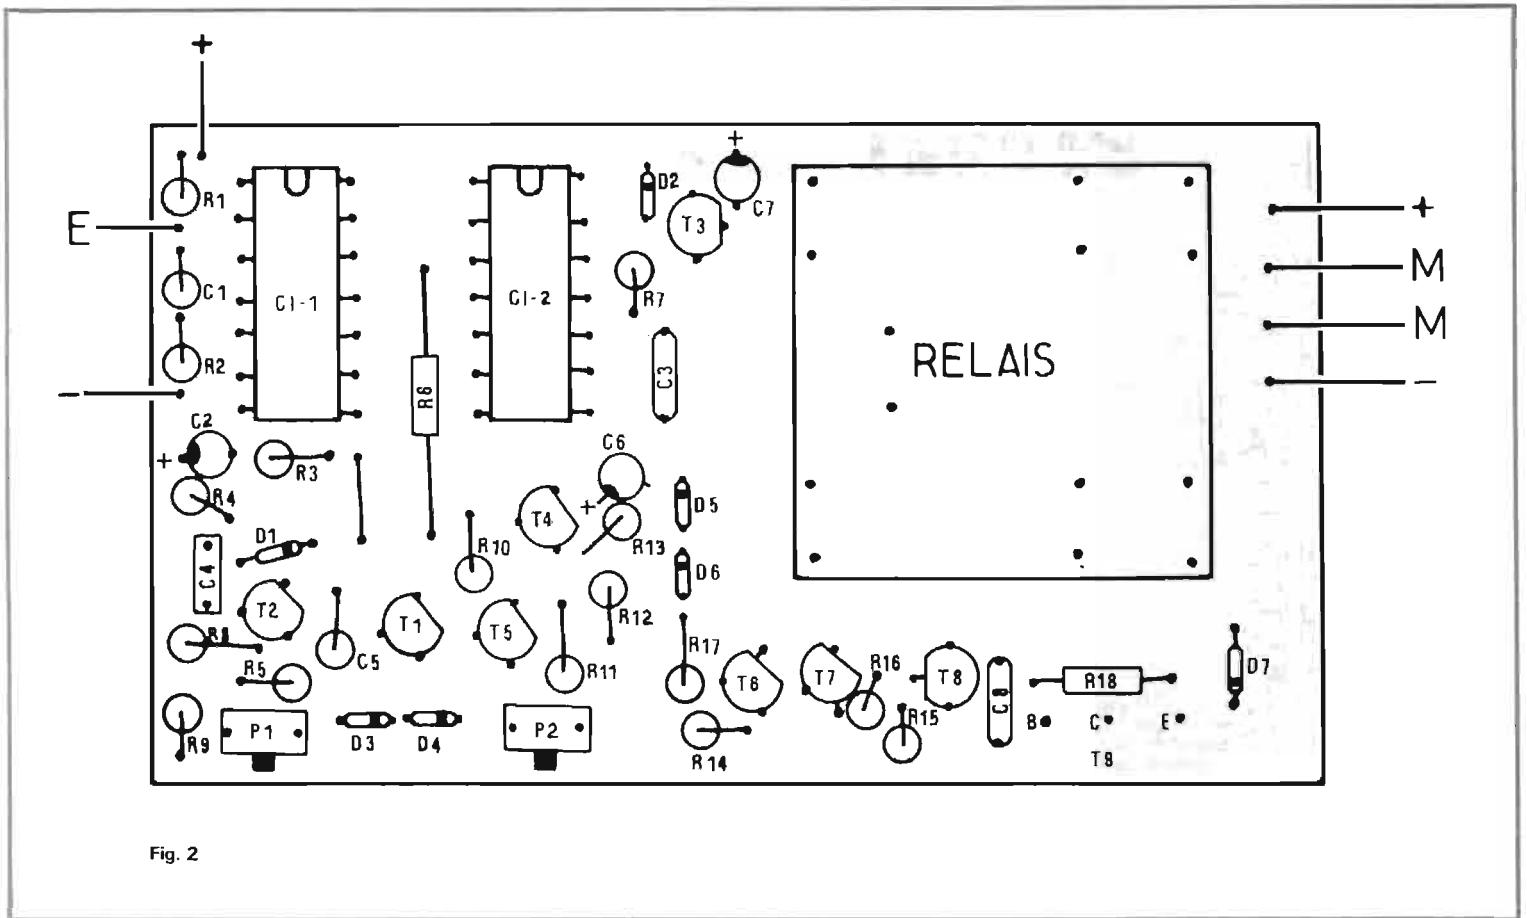

Fig. 2
9) Placer et souder les diodes verticalement D1, D2, D3, D4, D5, D6 (1N 4148) (fig. 2).
10) Mettre en place la diode D7 (1N 4004) verticalement sur le circuit imprimé et souder (fig. 2).